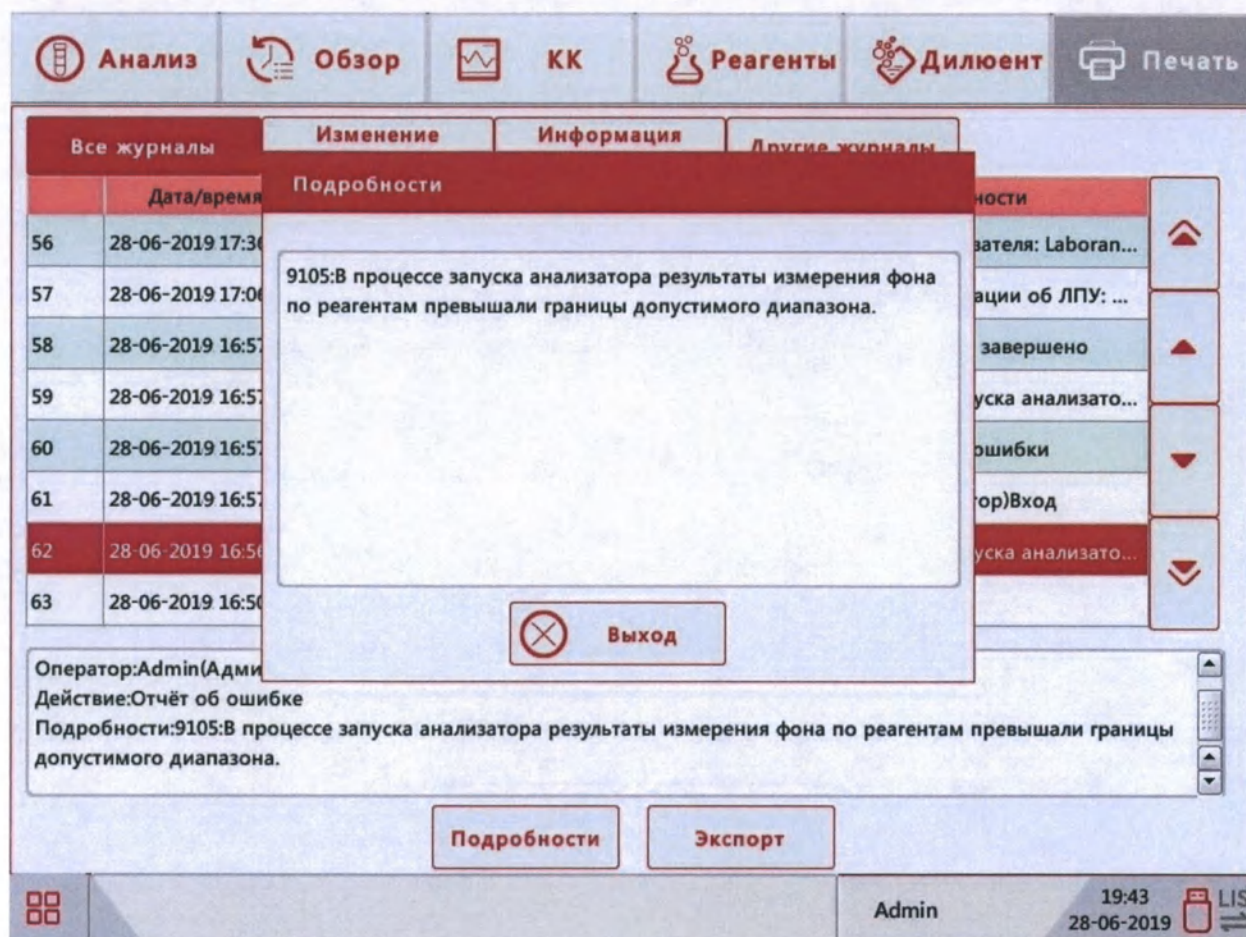

Рис.10.6-2 Информационное окно подробной информации
В журнале фактически отражаются и сохраняются все действия, выполняемые с анализатором в хронологическом порядке, что предоставляет обслуживающему персоналу и сервисному инженеру возможность просмотра истории ошибок и всех выполняемых на приборе операций в процессе поиска причин появления данных ошибок, устранения неисправностей и неполадок прибора. Для просмотра более детальной информации и кода ошибки выделите интересующую строчку журнала и нажмите кнопку «**Подробности**» - откроется информационное окно (Рис.10.6-2).
- 1) Нажмите «Экспорт», откроется следующее диалоговое окно (Рис.10.6-2):